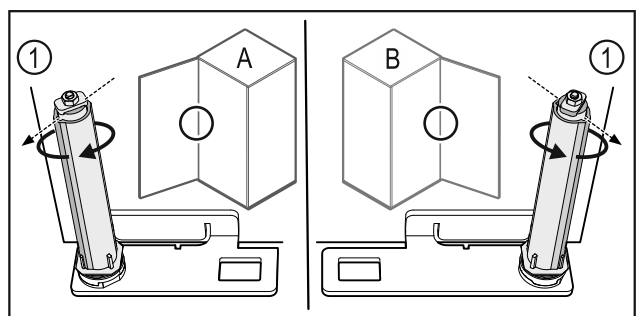

Fig. 61 Okretanje nalijevo (A) / okretanje nadesno (B)
- Okrećite sustav zatvaranja do kraja dok lamela sustava zatvaranja Fig. 61 (1) ne bude usmjerena prema van.